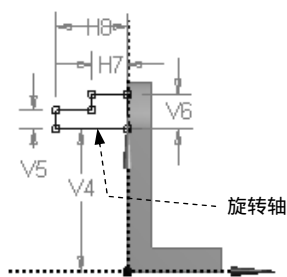

图 3.9.9 草图 2
(1) 绘制图 3.9.9 所示的草图 2。单击 “New Sketch” 按钮 , 绘制图 3.9.9 所示的截面草图, 其中 $V4=60$, $V5=8$, $V6=15$, $H7=15$, $H8=30$ 。